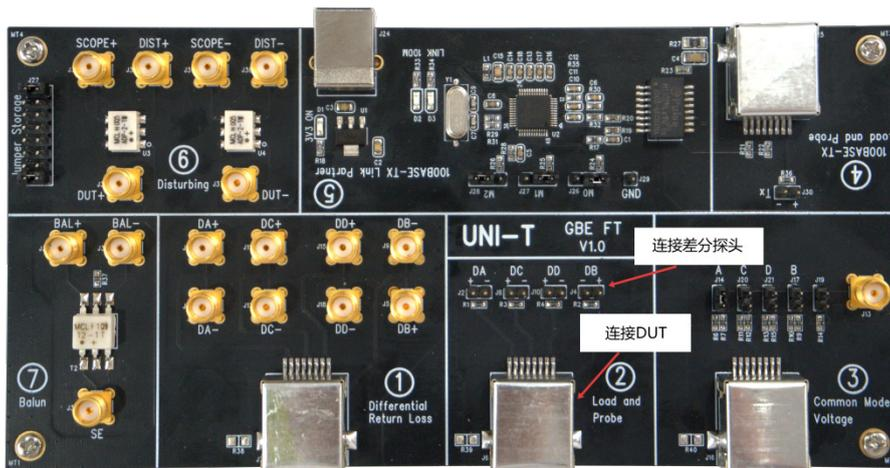
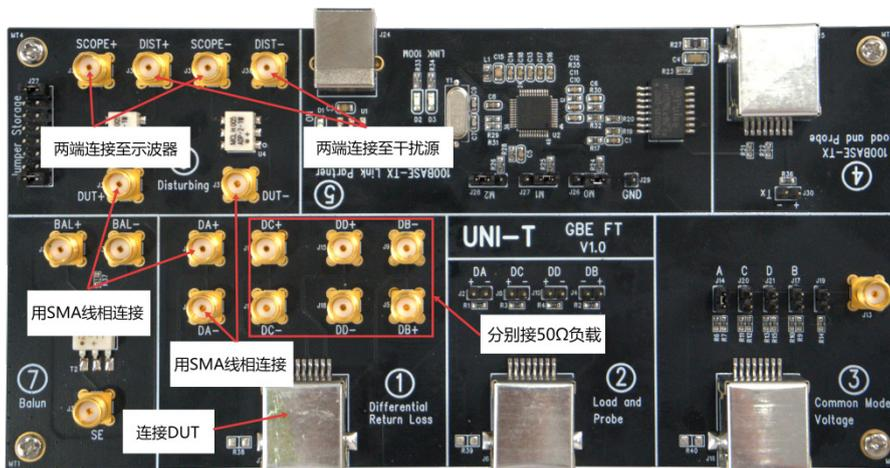

图 3-1 不带干扰信号的Mode1测试框图
图 3-2 带干扰信号的Mode1测试框图
测试环境分两种——带干扰（disturb）和不带干扰。不带干扰信号测试按照图3-1搭建，即②区DB端连接差分探头，J6端连接DUT。带干扰信号测试按照图3-2搭建，即将DIST+和DIST-连接至干扰源，SCOPE+和SCOPE-连接至示波器，连接Tx差分信号至功分器（DUT+和DA-，DUT-和DA-用SMA线相连接），J7端连接DUT，如需对干扰信号幅度进行校准，可参考附件5.2和5.3。环境搭建完成后对DUT上电开始测试，该项测试需配置test mode为1。
测试连接如图3-1或3-2搭建，需要注意的是，该测试示波器需使用Tx\_tclk信号触发，且需配置test mode为4。
首先，使用测试夹具仅能测试Jtxout抖动，连接方式参考图3-1，示波器需使用Tx\_tclk信号触发，test mode为2或3，测试结果仅供参考，规范并未给出该指标范围。